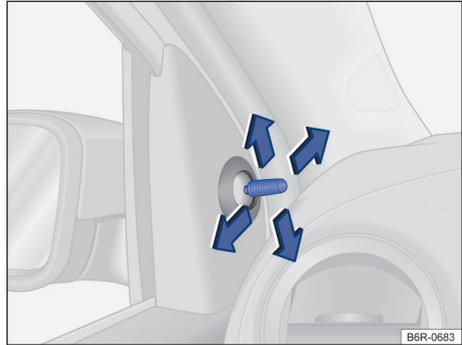

Fig. 79 Nas portas dianteiras: botão de ajuste dos espelhos retrovisores externos mecânicos.
- Movimentar o botão de ajuste no revestimento das portas dianteiras → Fig. 79.